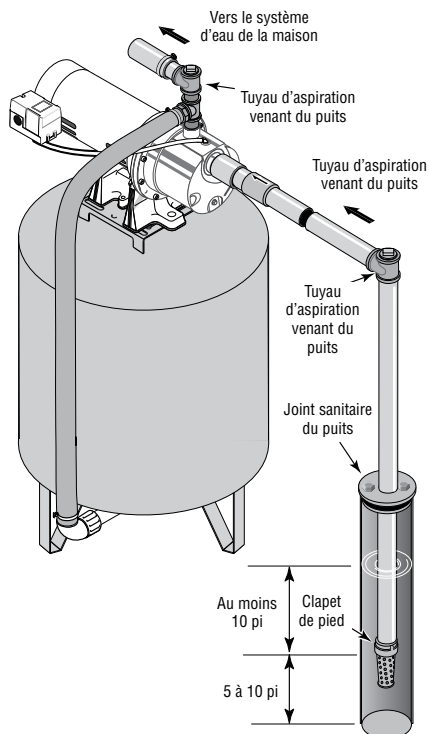

Figure 2 : Installation dans un puits à tubage
Installation sur un puits à tubage de 2 pouces de diamètre ou plus grand (Figure 2)
- 2 ° Brancher le clapet de pied, la crépine et le tuyau du puits (voir la Figure 2). S'assurer que le clapet de pied fonctionne librement.
- 4 ° Poser le té d'amorçage, le bouchon d'amorçage et le tuyau d'aspiration sur la pompe (voir la Figure 2). Brancher le tuyau provenant du puits sur l'orifice d'aspiration de la pompe en utilisant le moins possible de raccords - en particulier des coudes - étant donné que les raccords augmentent le frottement de l'eau dans les tuyaux (il faut toutefois ajouter un clapet de pied — voir la Figure 2). Le diamètre du tuyau d'aspiration doit être au moins aussi grand que le diamètre de l'orifice d'aspiration de la pompe. Supporter le tuyau de façon qu'il ne soit pas cintré afin qu'il n'exerce pas de contraintes sur le corps de la pompe; de plus, il doit être légèrement incliné vers le haut, du puits jusqu'à la pompe (les points hauts risquent de causer des poches et des bouchons d'air dans la pompe). Rendre étanches les raccords du tuyau d'aspiration avec du ruban d'étanchéité en PTFE pour filetage ou une pâte pour raccords filetés à base de PTFE. Les raccords doivent être étanches à l'air et à l'eau. Si le tuyau d'aspiration aspire de l'air, la pompe ne pompera pas l'eau du puits.